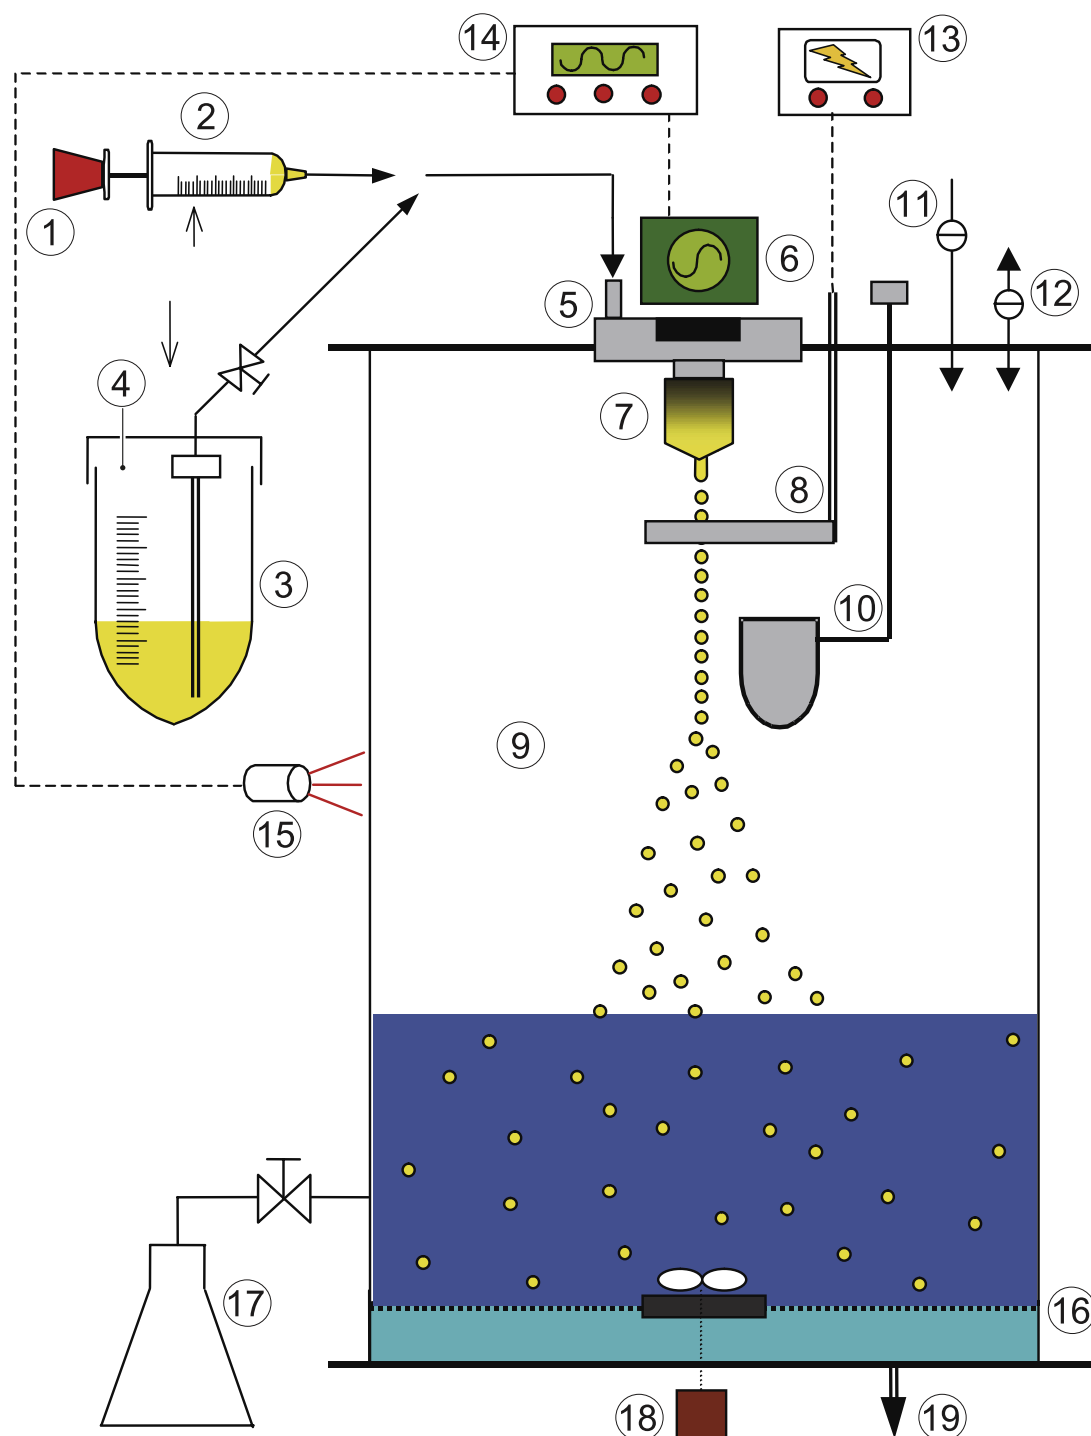

図 4-1 : カプセル化装置 B-395 Pro の概略図
カプセルに封じ込める物質（細胞、微生物、その他生物製剤および化学薬品）をアルギン酸塩などのカプセル化ポリマーと混合し、シリンジ ② または圧カビン ③（図 4-1 参照）に入れます。電動プランジャー ①、または空気圧 ④ のいずれかを利用して、カプセルに封じ込める物質とポリマーとの混合液を振動チャンバー ⑤ へ送出します。その混合液は精密なノズル孔 ⑦ から層流状態で送出され、落下中に分離して均一なサイズの液滴になります。液滴はノズル ⑦ と電極 ⑧ の間にある電界を通過する際に帯電により反発し合い、分散しながら硬化液へと落下します。